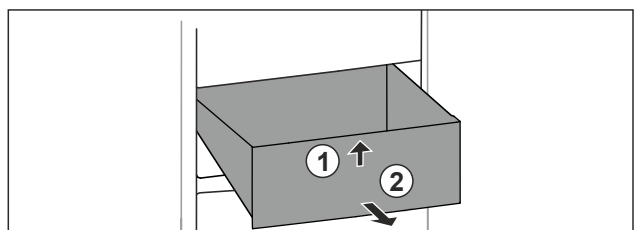

Fig. 25
- ▶ Sollevare il cassetto dal davanti. Fig. 25 (1)
- ▶ Rimuovere il cassetto tirandolo in avanti. Fig. 25 (2)